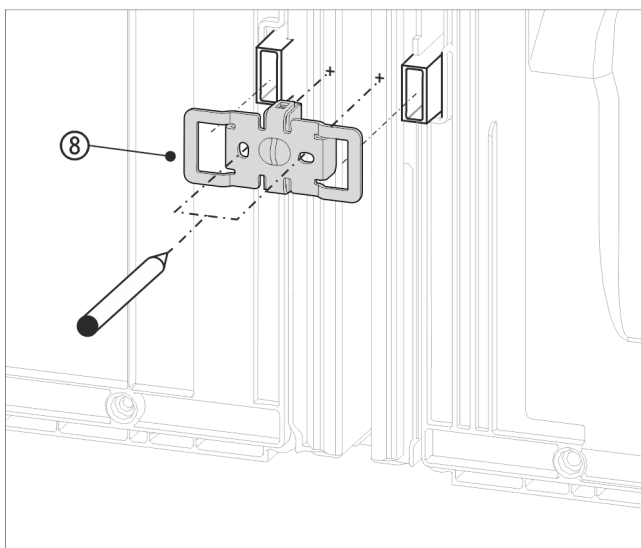

Fig. 16 Zobrazení příkladu
- Úhelník Fig. 16 (8) zasuňte vybráním přes úchyt pro vyme-zovač odstupů od stěny.